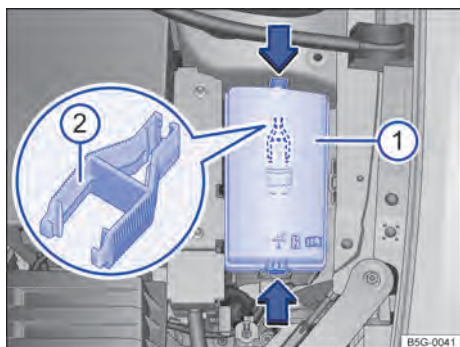

Fig. 177 No compartimento do motor: cobertura ① da caixa de fusíveis com pinça de plástico ②.
No lado interno da cobertura da caixa de fusíveis no compartimento do motor pode haver uma pinça de plástico → Fig. 177 ② para a retirada dos fusíveis.
- Pressionar as travas no sentido da seta → Fig. 177 ①, para destravar a cobertura da caixa de fusíveis.